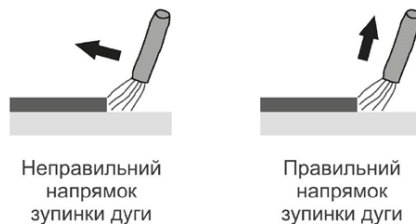

Рисунок 6. Напрямок зупинки дуги під час ручного дугового зварювання («ММА»).
6. Для зупинки процесу зварювання відвести електрод від поверхні деталі на достатню відстань (рис. 6).
1. Для отримання міцного зварювального з'єднання, крім правильного вибору зварювального струму, необхідно забезпечити правильне положення електрода до поверхні зварювання. Кут нахилу електрода бажано встановлювати у $60-80^\circ$ (рис. 6). Занадто великий кут нахилу електрода призводить до утворення пористого зварювального шва, а занадто малий — до утворення великої кількості бризок металу, дуга стає нестійкою.